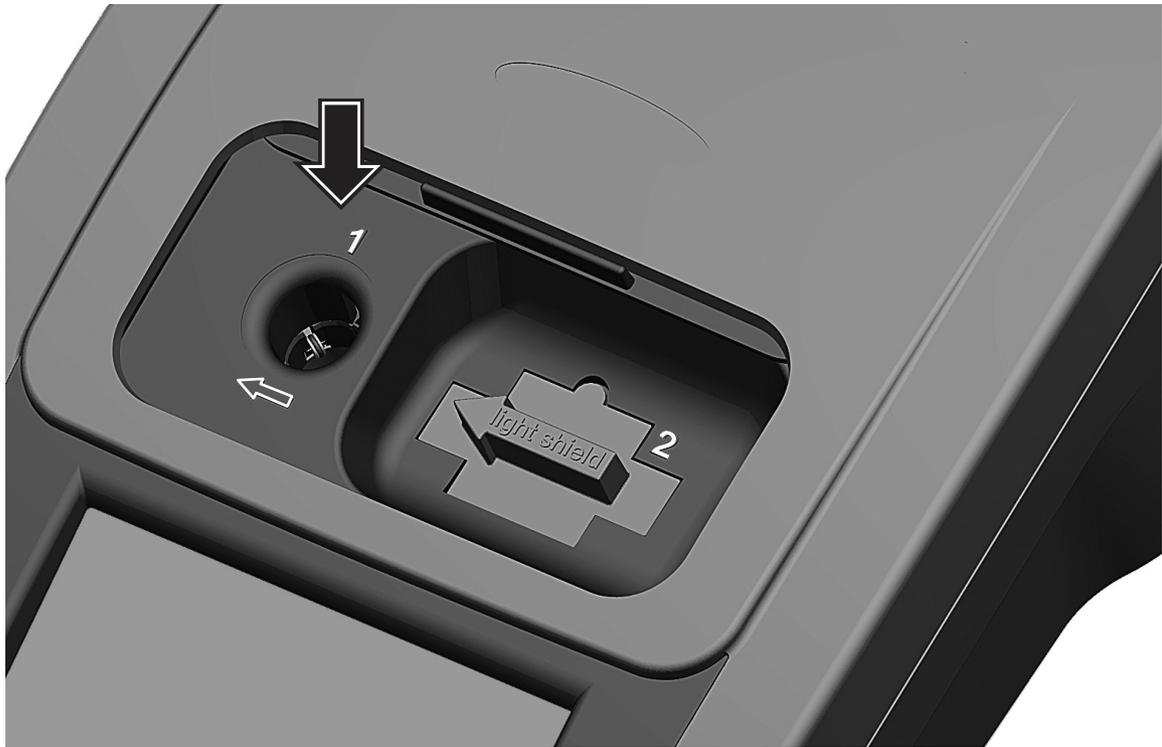

图 10 用于13 mm和16 mm圆瓶的试管室 #1
当每个小瓶完成一个单旋转时，试管室中特殊的条形码阅读器将自动识读每个TNTplus™ (13-mm) 小瓶上的编码信息 (图 10)。仪器使用条形码识别符以设置正确的波长来进行分析，并立即使用存储的校准信息来计算结果。
- a. 当编好码的试管放在试管室 #1 (图 10) 时，会激活主菜单中的相应测量程序。